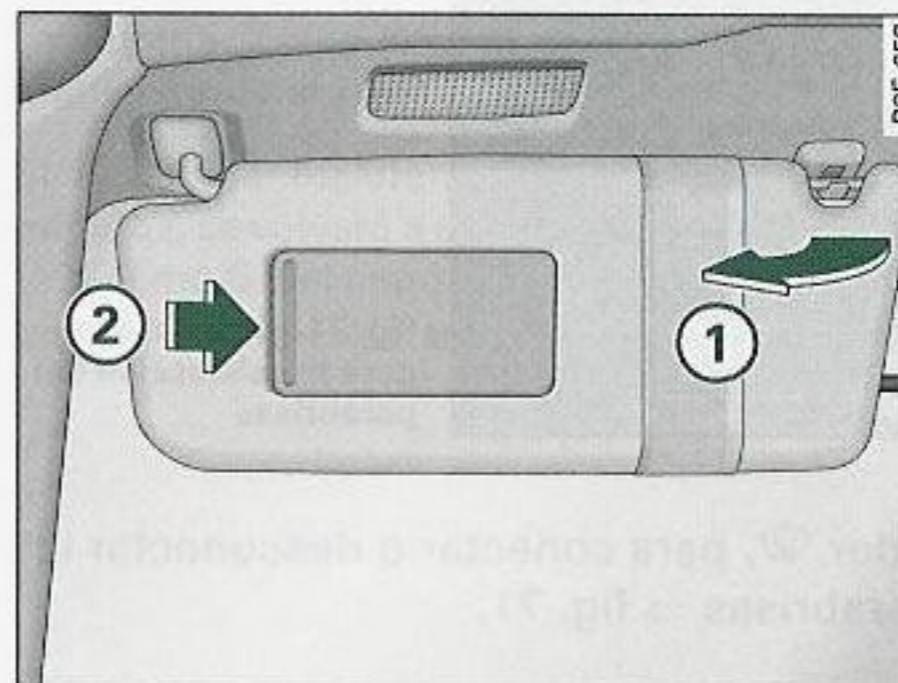

Fig. 73 Parasol
Los parasoles ① para el conductor y el acompañante pueden extraerse de sus fijaciones centrales y girarse hacia las puertas ⇒ fig. 73.